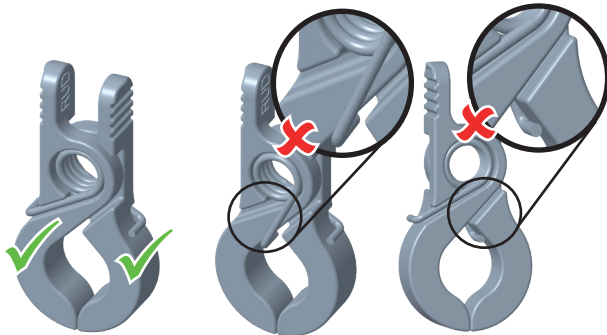

Fig. 25: Montage du ressort
- Le ressort de torsion ne se trouve pas dans la rainure latérale de la fermeture à pince (cf. Fig. 25).